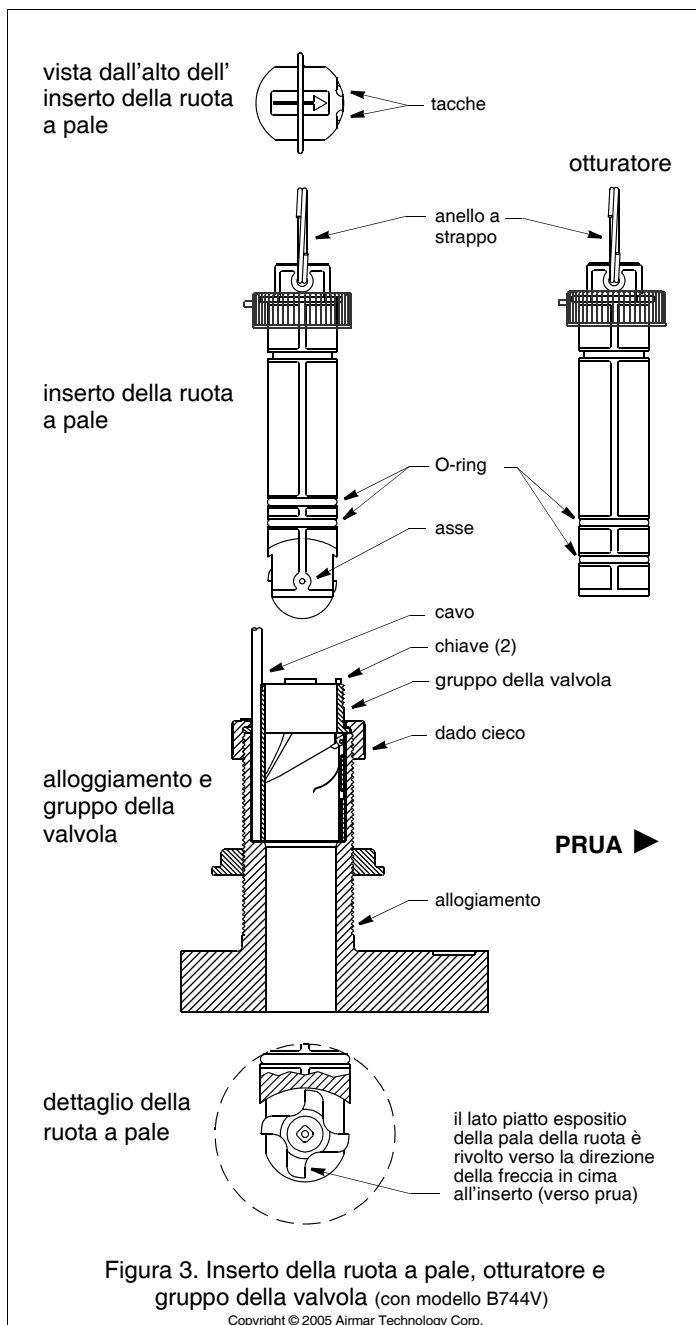

Figura 3. Inserto della ruota a pale, otturatore e gruppo della valvola (con modello B744V)
1. Dopo l'asciugatura del sigillante, ispezionate gli O-ring sull'inserto della ruota a pale (sostituendoli se necessario) e lubrificateli con il lubrificante al silicone fornito (vedi Figura 3). Per realizzare un fissaggio a tenuta stagna, gli O-ring devono essere intatti e perfettamente lubrificati.
Nel multisensore è incorporata una valvola con arresto automatico, che riduce al minimo il flusso dell'acqua nell'imbarcazione quando l'inserto della ruota a pale viene rimosso (vedi Figura 3). La valvola curva a cerniera è attivata da una molla e dalla pressione dell'acqua. L'acqua spinge la valvola a cerniera verso l'alto per bloccare l'apertura, in modo da evitare che entri acqua nell'imbarcazione.
4. Fate scivolare l'otturatore nell'alloggiamento. Collocatelo in posizione spingendo e ruotando fino a quando le chiavi si inseriscono nelle tacche (vedi Figura 3). Avvitare il dado dell'inserto in posizione e stringete esclusivamente **a mano**. Non stringete in modo eccessivo.
3. Separate l'inserto della ruota a pale dal gruppo della valvola svitando il dado dell'inserto (vedi Figura 3). Afferrate l'anello a strappo e tirate lentamente verso l'alto.
5. Per reinstallare il gruppo della valvola, ispezionate gli O-ring sull'inserto della ruota a pale (sostituendoli se necessario) e lubrificateli con un lubrificante al silicone o al petrolio (come la Vaseline®) (vedi Figura 3). Per realizzare un fissaggio a tenuta stagna, gli O-ring devono essere intatti e perfettamente lubrificati.
1. Utilizzando il nuovo asse della ruota a pale, spingete fuori il vecchio asse per circa 6mm (1/4"). Rimuovete il vecchio asse utilizzando le pinze (vedi Figura 3).